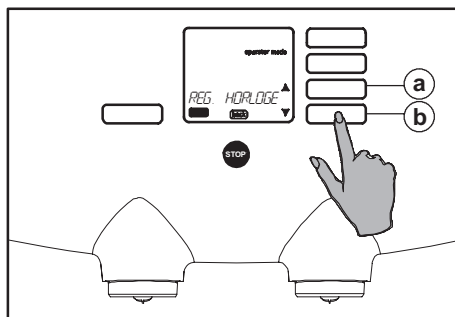

Fig. 53 Menu de sélection RÉG. HORLOGE
3. Utilisez les boutons de défilement $\updownarrow$ (fig. 53 a ou b) jusqu'à ce que l'option "RÉG. HORLOGE" apparaisse à l'écran.